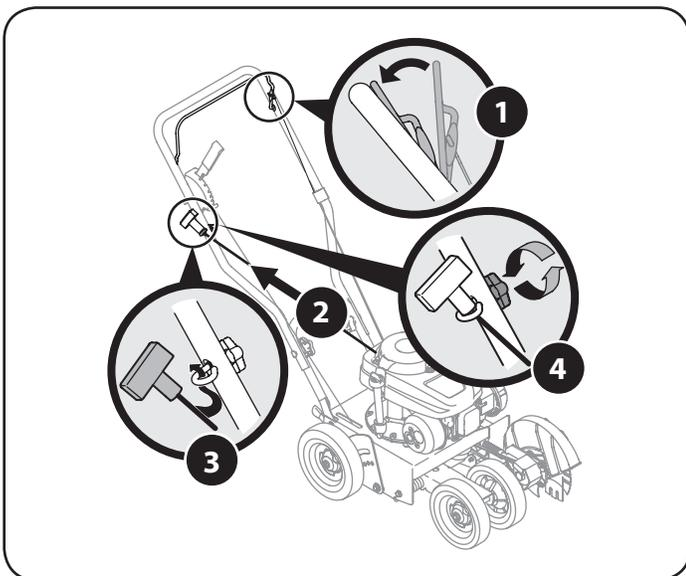

Figura 5
1. Busque la guía del cable y el pomo de mariposa se encuentra en la bolsa manual. Mediante el mando de ala, seguro, pero no apriete la guía de la cuerda para el lado derecho de la manija superior como se muestra en la Figura 5.
**NOTA:** La cuerda de arranque no se separa del motor a menos que el control de la cuchilla (consulte la Figura 5) esté presionado contra la barra superior.